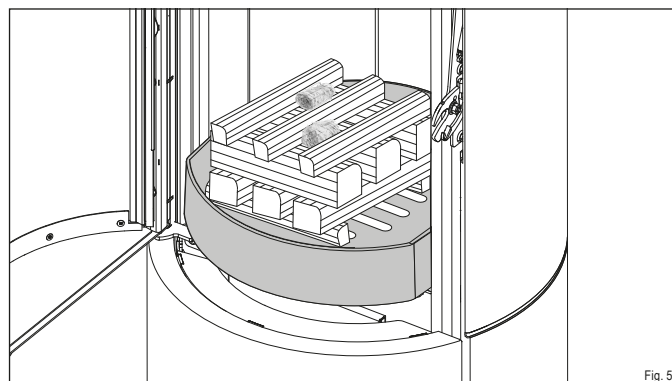

Fig. 5
- ▶ Place the logs in the middle of the grate in the firebox (Fig. 5):
- ▶ Leg de houtblokken in het midden op het rooster in de verbrandingsruimte (afb. 5):
- de eerste 2 (2) dwars t.o.v. de kachelruit op het voorste en achterste deel van het rooster leggen
- de volgende 3 (1) in lengterichting t.o.v. de kachelruit op de beide eerste stukken leggen
- de volgende 3 (1) dwars er overheen
- de laatste 3 (2) in de lengte er overheen
- de aanmaakhulp (3) in het midden tussen de bovenste houtblokken